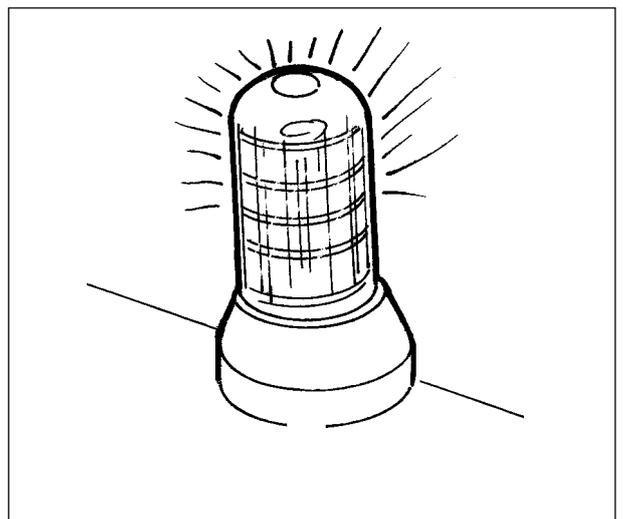

Fig.2-39
- Na estrada, utilize luzes intermitentes ou a lâmpada rotativa, de dia e de noite, a não ser que seja proibido pelas leis locais (Fig.2-39).